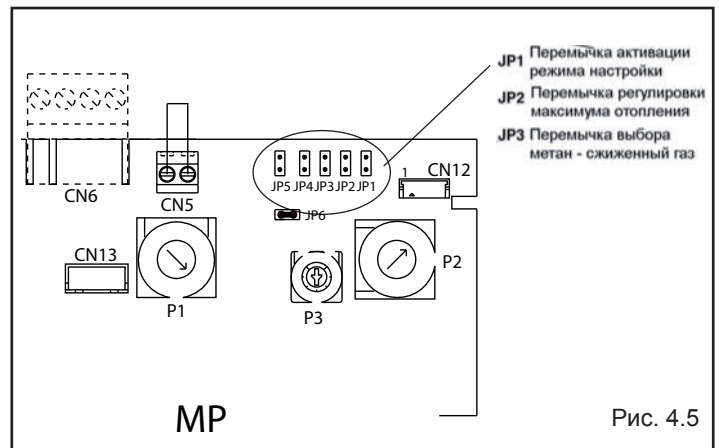

Рис. 4.5
- Установите переключку JP1 (рис. 4.5), при этом ручки, расположенные на панели управления, начнут выполнять функции регулирования минимума и максимума для режима отопления. На дисплее появляется ADJ чтобы показать, что регулировка выполняется.
- Установите переключку JP2 (рис. 4.5)
- На плате управления (рис. 4.5):